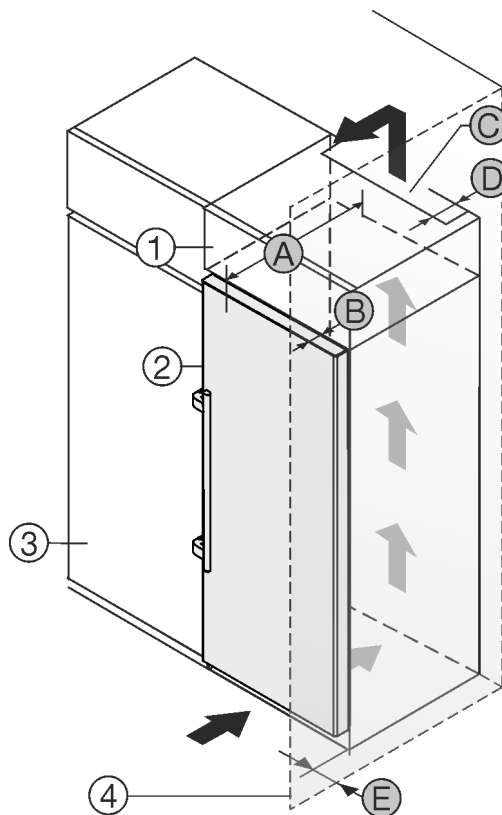

Fig. 2
- (1) Дополнительный шкафчик *
- (2) Устройство *
- (3) Кухонный шкаф *
- (4) Стена *
- (A) Глубина устройства *
- (B) Глубина двери *
- (C) Вентиляционное сечение *
- (D) Расстояние до обратной стороны устройства *
- (E) Расстояние до стороны устройства *
Вы можете установить устройство непосредственно рядом с кухонным шкафом Fig. 2 (3)*.
На задней стенке дополнительного шкафчика должен быть вентиляционный канал с глубиной Fig. 2 (D) по всей ширине этого шкафа.*
Нужно соблюдать вентиляционное отверстие Fig. 2 (C) под нижней панелью.*
Если устройство устанавливается на шарнирах у стены Fig. 2 (4), то расстояние между устройством и стеной должно быть не менее 57 мм. Это соответствует расстоянию, на которое выступает ручка при открытой дверце.*
Чтобы можно было полностью открыть дверь, устройство должно выступать на глубину двери Fig. 2 (B) относительно передней стенки кухонного шкафа. В зависимости от глубины кухонных шкафов Fig. 2 (3) и использования пристенных распорок устройство может выступать и больше.*